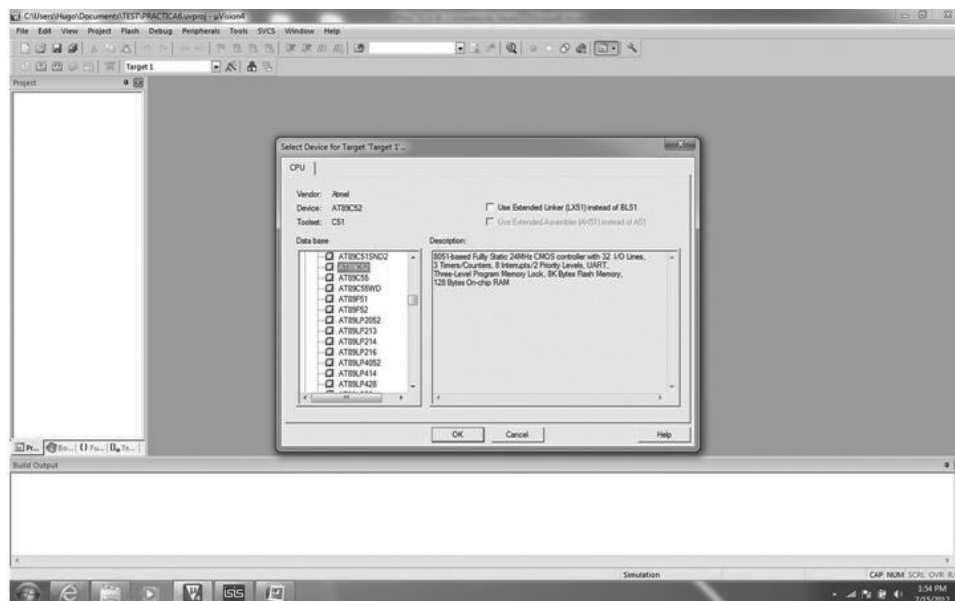

Figura 16.15: Elección del microcontrolador. Paso 7
7. Expanda Atmel y seleccione el microcontrolador AT89C52, luego haga click en OK tal como se muestra en la figura 16.15.